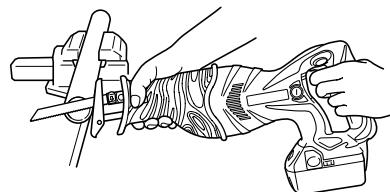

Fig. 23
(1) Sujete firmemente una pieza de trabajo antes de la operación. (Fig. 23)